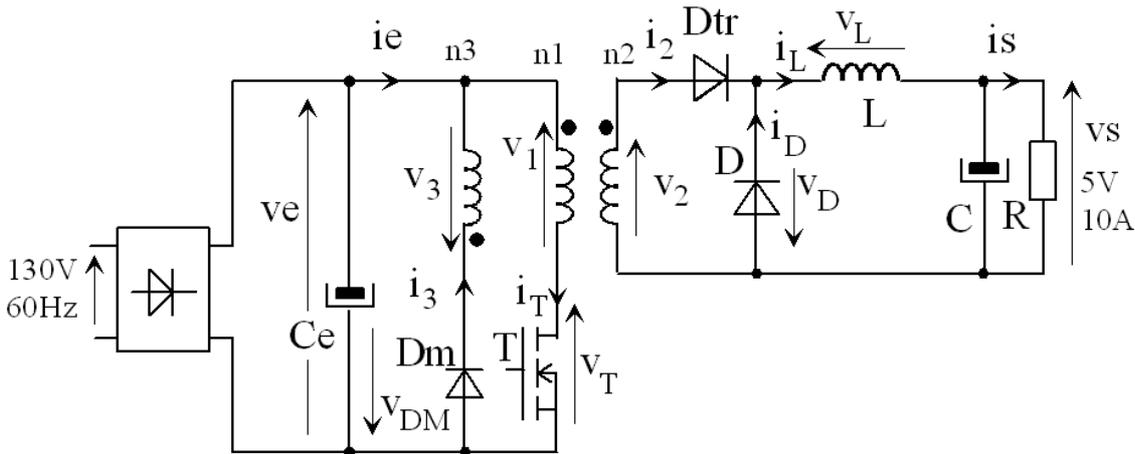

Fig. 9.1. Convertisseur AC - DC à découpage (dessins/forward1.drw).
Le schéma d'une alimentation à découpage de type "FORWARD" est donnée à la figure 9.1. Ce convertisseur est prévu pour fonctionner sur le réseau américain 130V/60Hz. Il est destiné à l'alimentation d'une carte électronique d'ordinateur fonctionnant sous 5V et consommant un courant maximum de 10A. La fréquence de travail est fixée à 50 kHz. Le rapport cyclique est constant et vaut $\alpha = 0,5$.
- Simplifier le schéma de la figure 9.1 pour T ON.
- Simplifier le schéma de la figure 9.1 pour T OFF